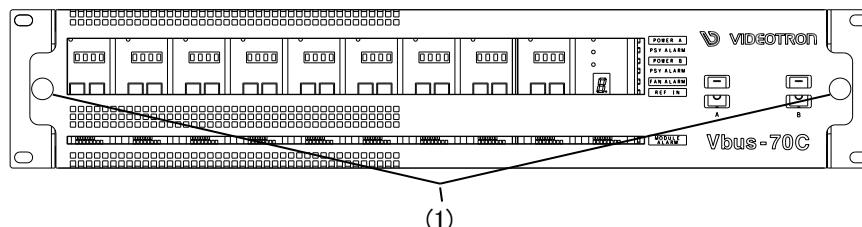

図 7-1 前面
(1) 前面パネルを外します。
・前面パネル固定用ネジ図 7-1 (1)を十分に緩め、前面パネルをゆっくり手前に引いてカバーを外します。